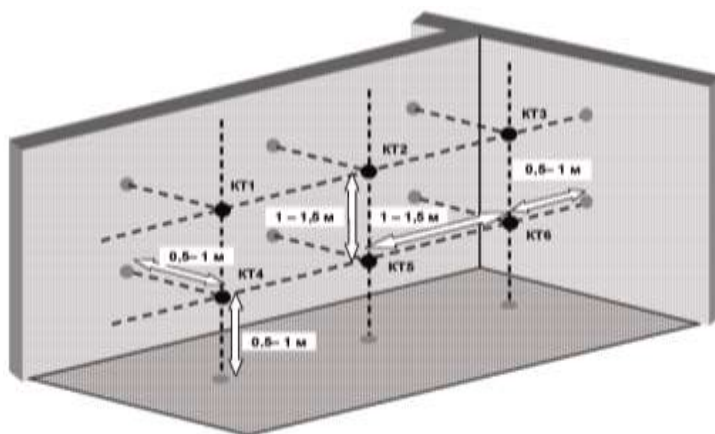
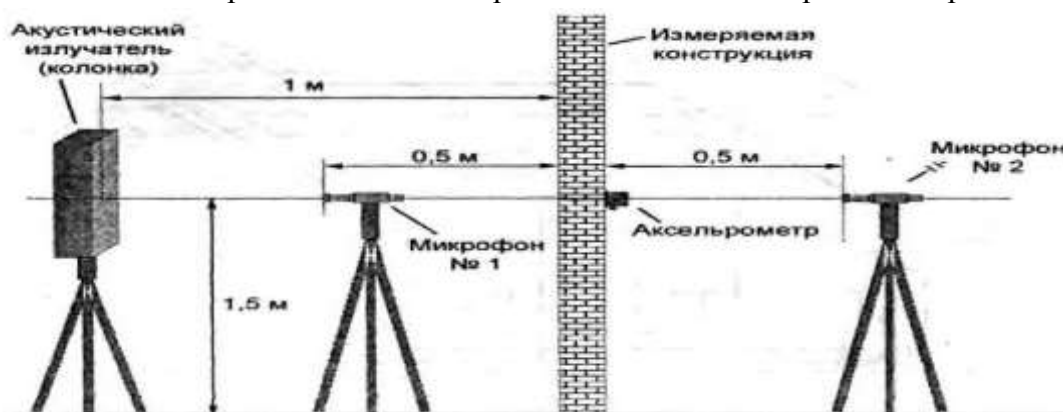

Рис.1.1. Схема расположения контрольных точек за однородным ограждением.
Рис.1.2. Схема расположения приборов для измерения в контрольных точках за однородным ограждением
За сплошной однородной конструкцией (например, за стеной, окном, дверью) контрольные точки располагаются в соответствии с рис. 1.1. Измерение в каждой точке выполняется в соответствии с рис. 1.2. или по указания преподавателя;
- за сплошной неоднородной конструкцией, например, за стеной, отдельные участки которой имеют различную толщину или выполнены из различных материалов, контрольные точки располагаются в соответствии с рис. 1.2 для каждого характерного участка;
7) измерения ($L_{2(\text{сигн.}+\text{шум})}$) произвести в помещении при закрытой двери в соответствии со схемой приведённой, на рис.1.1. Результаты измерения записать в таблицу 1.1 приложения 1.1. отчёта по лабораторной работе;
9) повторить измерения для контрольных точек согласно рис. 1.1. или по указанию преподавателя, с п.п. 4 – 8, результаты измерений для каждой контрольной точки записать в соответствующие таблицы 1.2. 1.3. 1.4. приложения 1.1 к отчёту лабораторной работе;